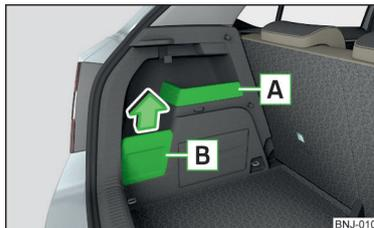

Fig. 94
- La pieza de equipaje colgada en el gancho, si es posible, colocarla en el compartimiento guardaobjetos **B** » fig. 94 de la pág. 79, de lo contrario existe peligro de daño de la tapa del compartimiento guardaobjetos.
- Si se coloca en el gancho una pieza de equipaje con un peso de más de 2,5 kg, entonces recomendamos retirar la tapa del compartimiento guardaobjetos **B** » fig. 94 de la pág. 79 - de lo contrario existe el peligro de daño de la tapa del compartimiento guardaobjetos.
El compartimiento guardaobjetos instalado fijamente **A** » fig. 94 sirve para guardar objetos pequeños de hasta 1,5 kg de peso total.